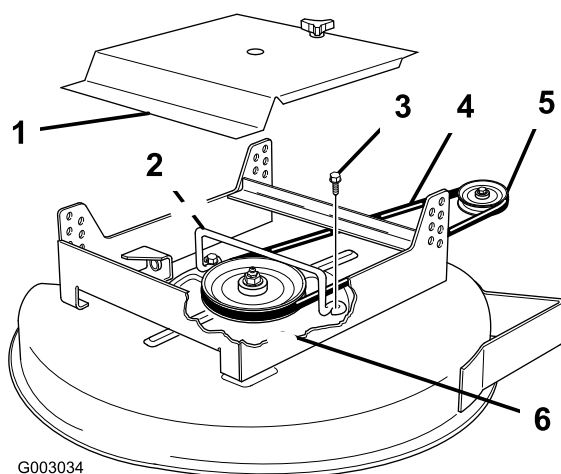

Figura 44
4. Retire los dos pernos con arandela prensada que fijan la guía de la correa a la parte superior del cortacésped y retire la guía de la correa (Figura 44).
6. Instale la correa de transmisión nueva alrededor de la polea de transmisión de la unidad de tracción y la polea del eje (Figura 44).
7. Instale la guía de la correa en el cortacésped con los dos pernos con arandela prensada. Asegúrese de que los aros están orientados hacia la parte trasera del cortacésped (Figura 44).
10. Instale la cubierta de la plataforma en la unidad de corte, luego apriete el pomo (Figura 44).